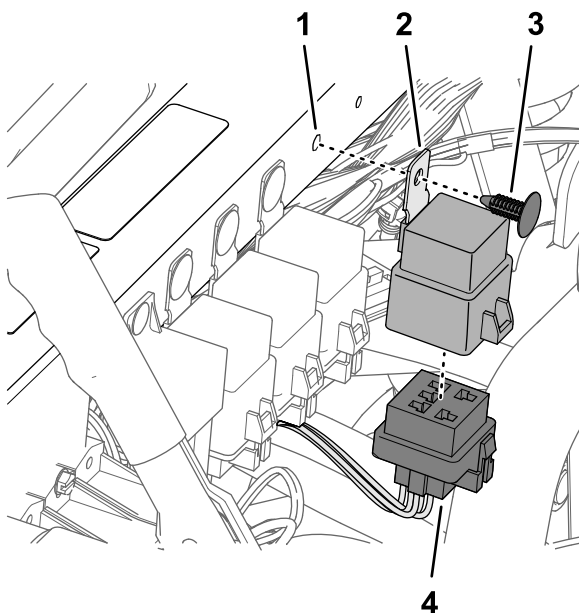

Figura 187
1. Ligue o conector de cinco pinos do relé no conector de cinco tomadas (Figura 187) da cablagem do kit rotulado RELÉ ATIVAÇÃO ASC 10 (asc 10 enable relay).
2. Alinhe o orifício na patilha de montagem do relé com o orifício no tubo de suporte do para-choques e prenda o relé no tubo com um fixador de pressão (Figura 187).